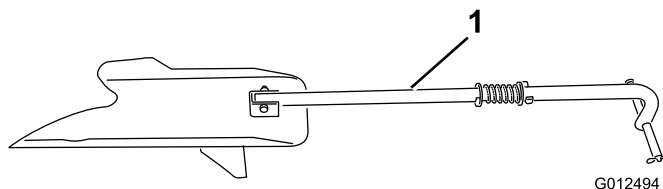
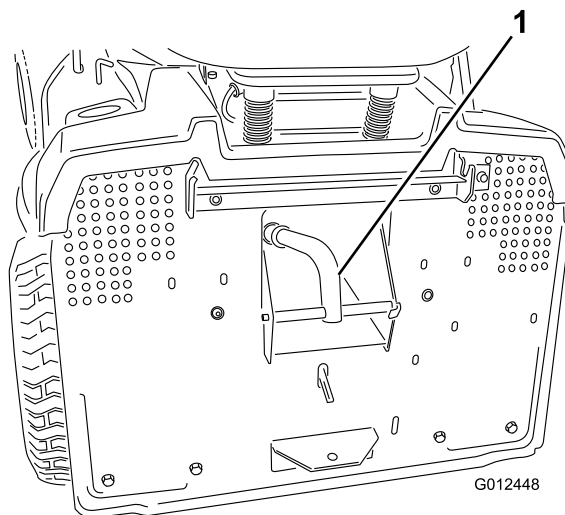

Figura 17
Figura 18
5. Inserite il tappo mulching (Figura 17) nell'apertura di scarico posta sul retro della macchina ed agganciatelo al foro della guida di scarico (Figura 18).